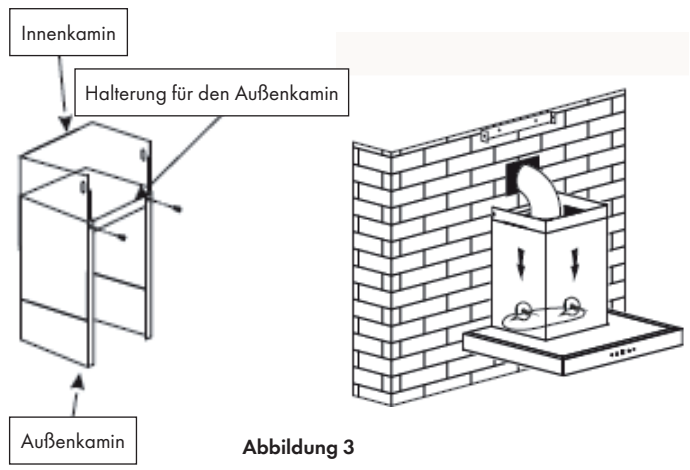

Abbildung 3
Montieren Sie anschließend den Kamin auf der Dunstabzugshaube und führen Sie das Abluftrohr zur Wandabluföffnung. Befestigen Sie das Abluftrohr mit dem Kabelbinder an der Wandabluföffnung (siehe Abbildung 3).
- 4. Stellen Sie die Höhe des Innenkamins auf die Position der Halterung für den inneren Kamin ein und befestigen Sie diesen mit 2 Schrauben (ST 4\*8 mm). Haben Sie die Höhe und Position abschließend angepasst, fixieren Sie das Gehäuse mit einer Sicherheitsschraube (siehe Abbildung 3 und 4).